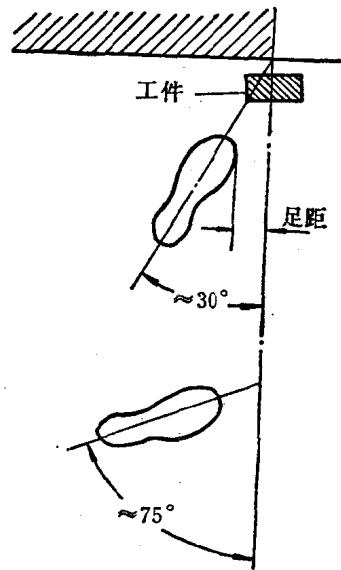

图2.3 錾削时的站立位置
(3) 站立姿势 为了充分发挥较大的锤击力，操作者必须保持正确的站立姿势，如图2.3所示。左脚超前半步，两腿自然站立，人体重心稍微偏于后脚，视线落在工件的錾削部位。